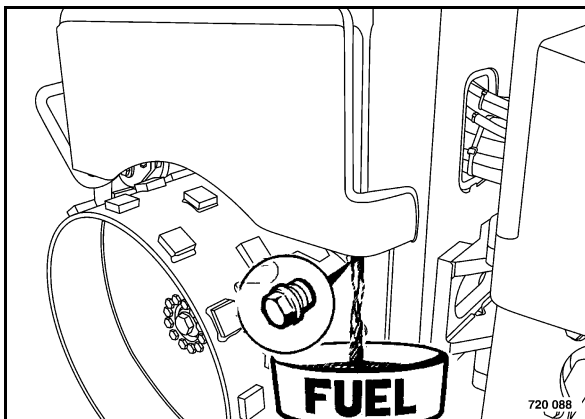

Рис. 110
- Подставить под сливную резьбовую пробку топливного бака (Рис. 110) подходящий приемный сосуд.